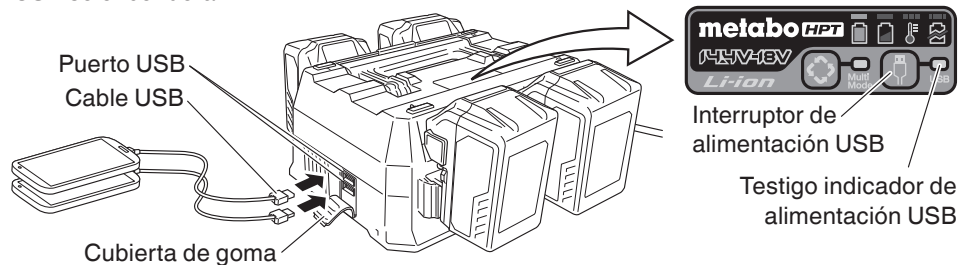

Fig. 6
(2) Encienda el enchufe de alimentación USB (Fig. 6)
(3) Conecte el cable USB. (Fig. 6)